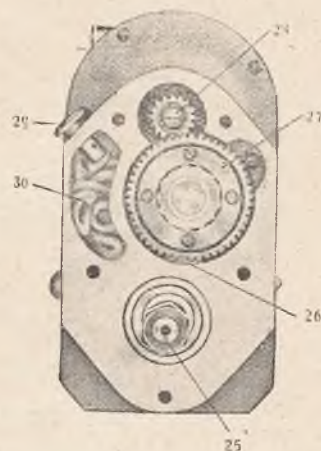

Rys. 5. Na lewo—pierścień przps. z przestawieniem mom. zapłonu; na prawo—tenże pierścień z zapłonem niezmiennym; w środku—dolna część aparatu zapłonowego
Z kolei rzeczy rozpatrzmy badanie przerywacza, dostępnego po zdjęciu przykrywki (14, rys. 2). Podczas przerywania, t. j. w chwili, gdy fibrowy noski (21, rys. 5) ramiączka przerywacza (20) zachodzi na noski pierścienia przyspieszenia, styki przerywacza winny się oddalić od siebie nie więcej, niż na doległość 0.4 mm. Ta doległość może być regulowa-
wana przez dokręcanie styku (22, rys. 2). Jeśli dla zmiany jakiegokolwiek części przerywacza zajdzie potrzeba wyjęcia go, to przy ponownym zakładaniu go należy kierować się znakami, znajdującymi się tak na przerywaczu, jak na pierścieniu przyspieszenia. Pierścień przyspieszenia w apatach zapłonowych o stałym zapłonie przymocowany jest z pomocą śrubki (36, rys. 5), którą dla zdjęcia pierścienia należy odkręcić. Przy powtórnym zakładaniu należy zwrócić uwagę na to, by sztyfcik atakujący (11) stykał się z występem (37), przyczem znajdująca się obok tego występu czerwona strzałka wskazuje kierunek obrotu kotwicy.